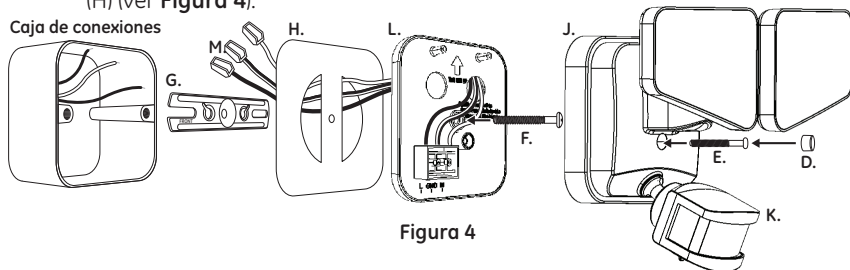

Figura 4
- Inserte los cables con los conectores a presión (M) a través de la junta provista (H) (ver **Figura 4**).